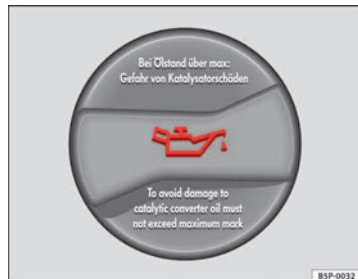

Fig. 137 Tampão do bocal de enchimento do óleo do motor no compartimento do motor
- Desenroscar o tampão do bocal de enchimento do óleo do motor ⇒ Fig. 137.